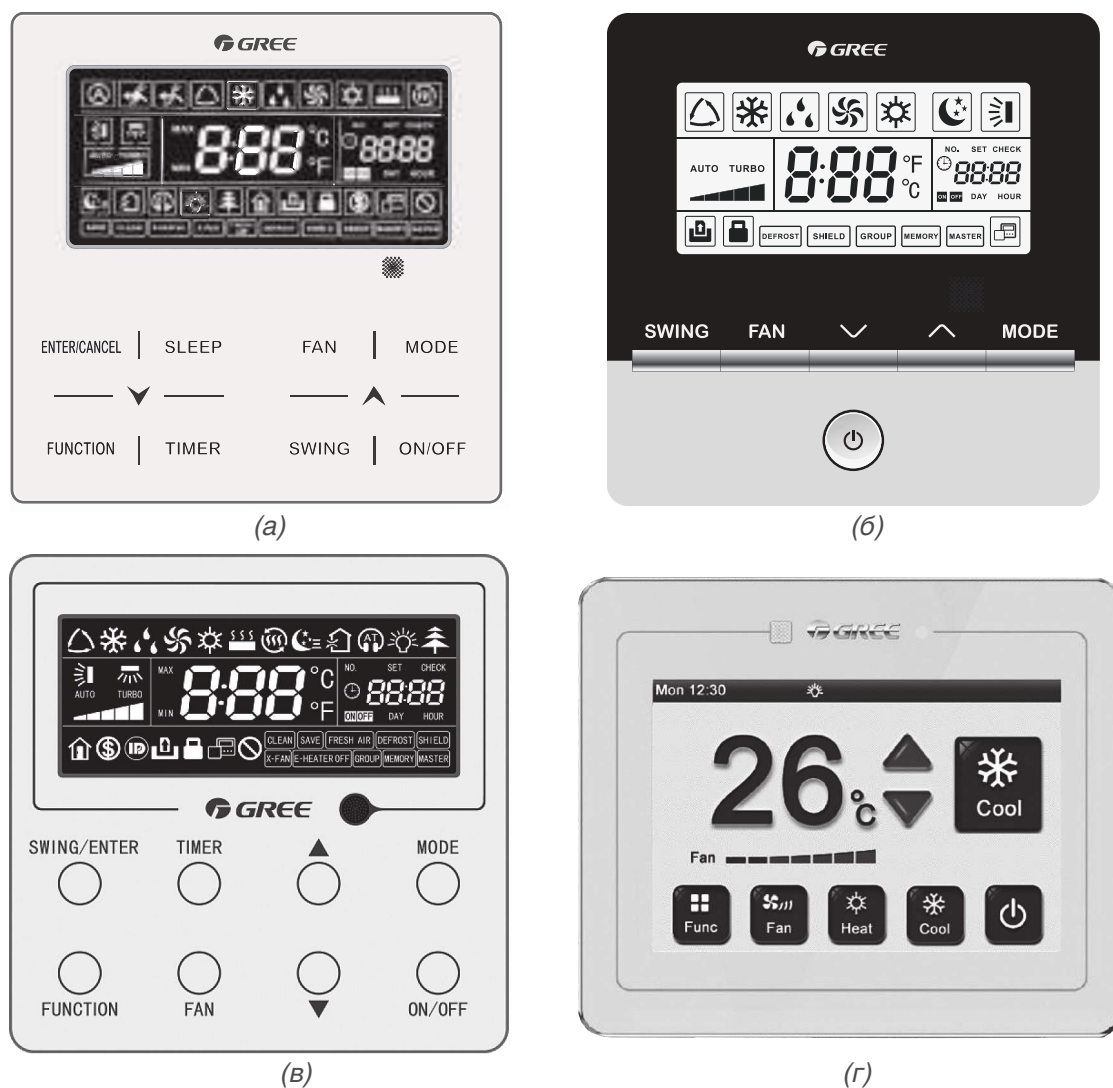

Рис. 7.2.
7.1.2. Проводные индивидуальные пульты управления ХК46 (рис. 7.2а), ХК49 (рис. 7.2б), ХК62 (рис. 7.2в), ХК55 (рис. 7.2г).